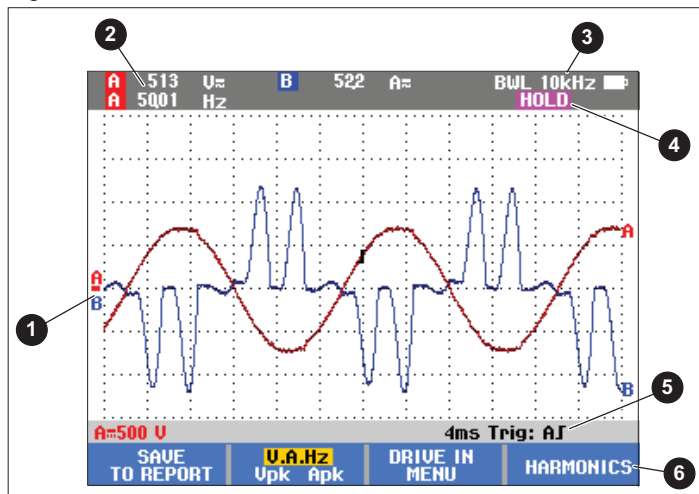

Figura 4. Schermata di misurazione
Il display mostra le forme d'onda ❶ nonché le letture ❷ che corrispondono alla misurazione selezionata. Vedere la Figura 4.